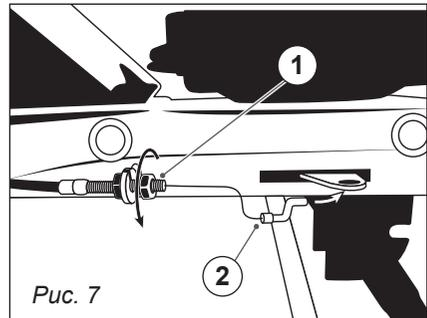

Рис. 7
8. Установите трос сцепления *рис. 7* в указанной последовательности, заведите наконечник троса в отверстие, закрепите оболочку троса на раме.